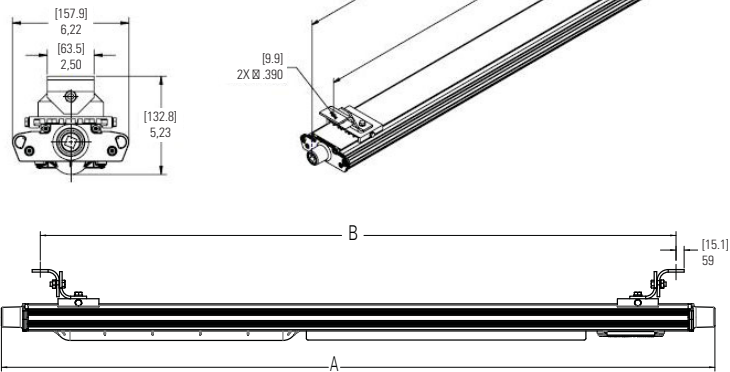

Imagen 5. Instalación del montaje giratorio DP1050MTK
2. Marque y taladre para asegurar los soportes giratorios. Use dos (2) pernos de 1/4" (no incluidos) en las medidas de centro a centro. Para los soportes giratorios, los agujeros pueden estar espaciados según sea necesario. Se recomienda que estén separados al menos 12" (305 mm) (ver Imagen 5).
3. El dispositivo ahora está listo para su montaje. Se recomienda encarecidamente que use a dos (2) personas especializadas calificadas para proceder con el montaje final del dispositivo. Se recomienda esto para evitar cualquier lesión personal o daño al dispositivo.